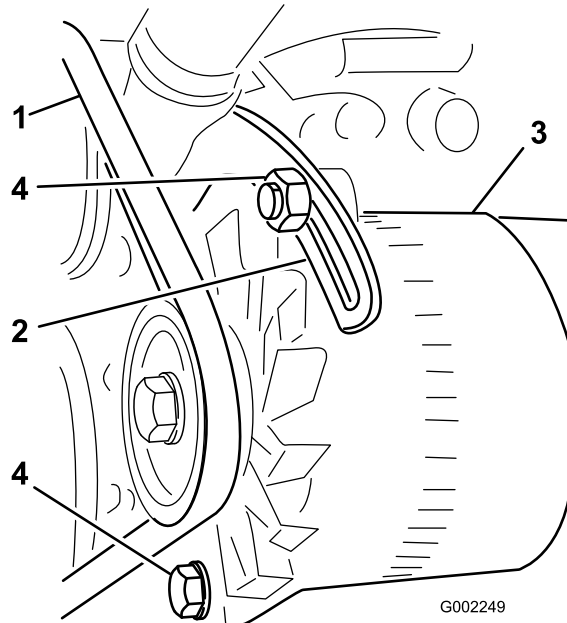

Figure 138
3. Desserrez le boulon sur le point de pivot de l'alternateur ; desserrez le boulon qui fixe l'alternateur au renfort fendu (Figure 138).